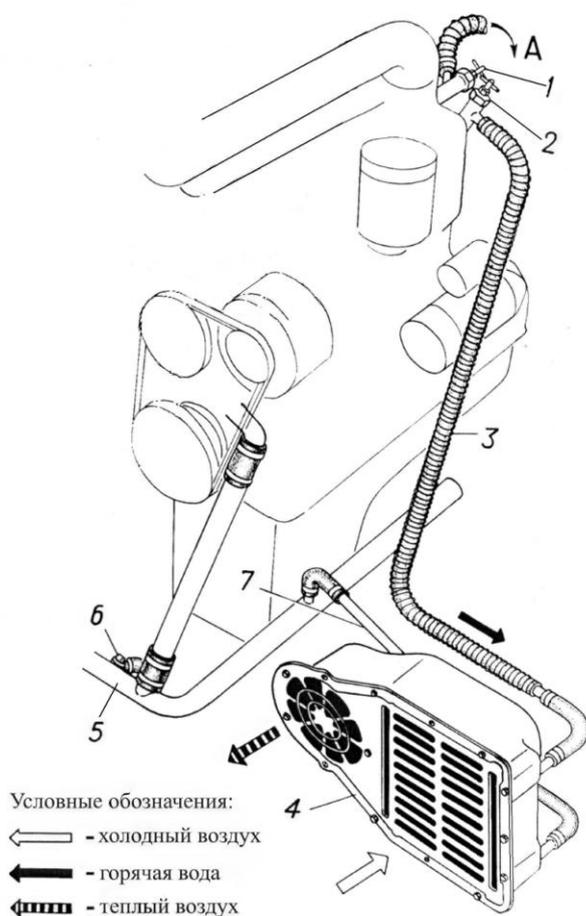

Рис. 8.2. Схема системы отопления кузова:
Отопитель кузова 4 (рис. 8.2) установлен в правой нижней задней части моторного отделения, где он крепится к листу моторной перегородки. Воздух
- краниками 1 и 2 (рис. 8.2), ввёрнутыми в переходник на заднем торце двигателя.